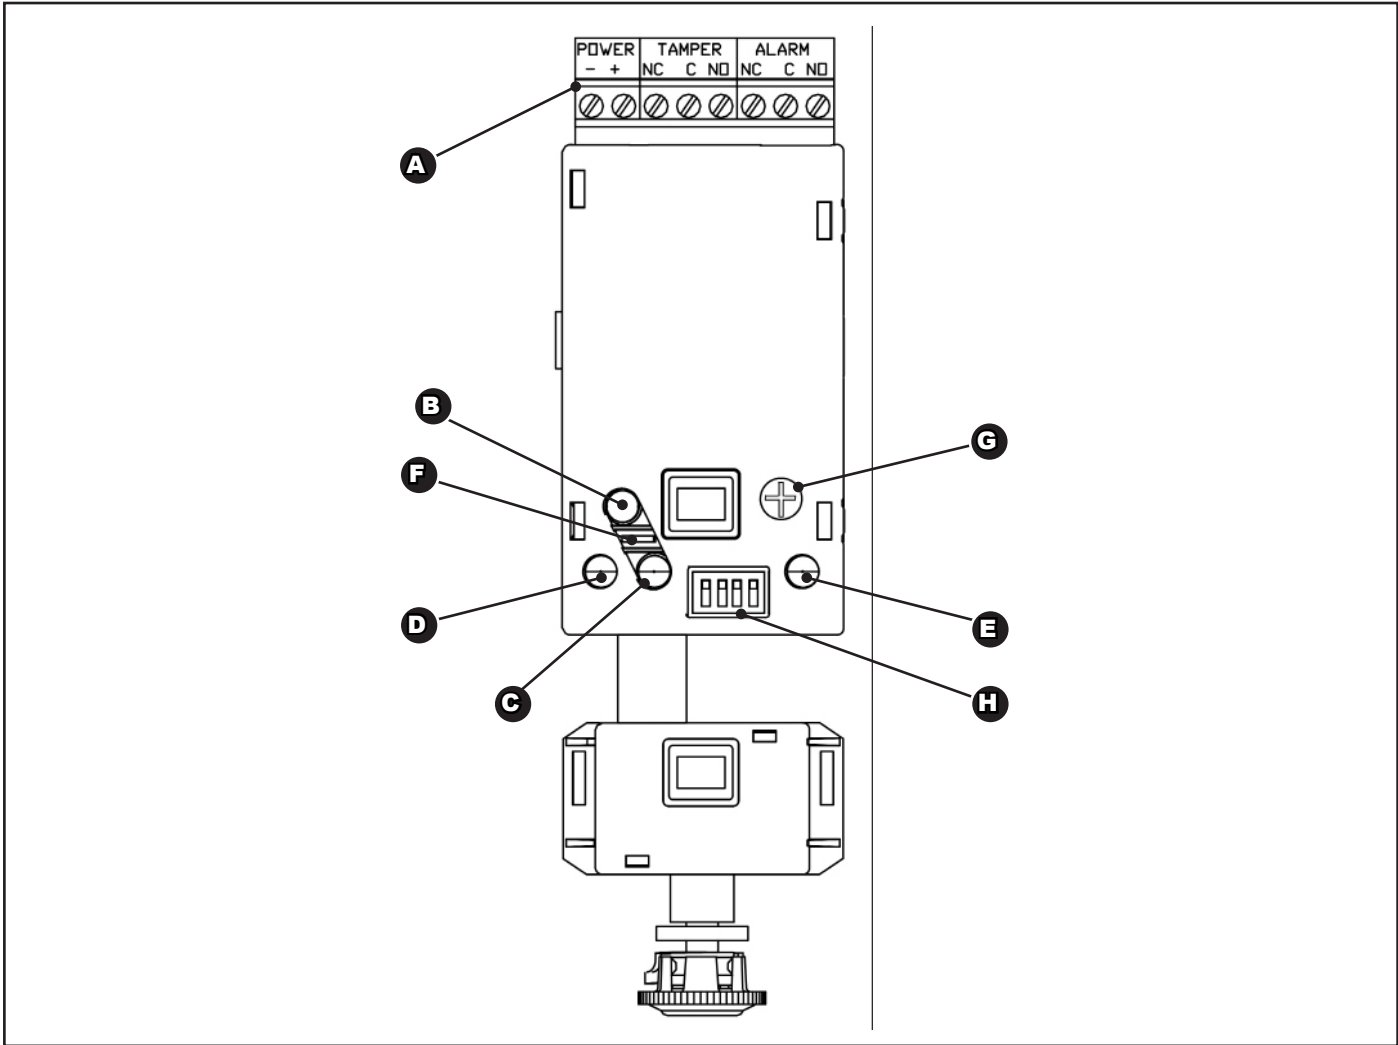

Fig. 4
- inserire la guarnizione o-ring (H) nella sede presente sul supporto elettronica (B),
- accoppiare il Rivelatore con il fondo stagno quindi avvitare le sette viti metriche in dotazione (rif. G, v. fig. 4).
- insert the o-ring gasket (H) into its seat located on the electronic holder (B),
- couple the detector and the hermetic casing then screw the seven screws (ref. G, see fig. 4).
- Fissare avvitando la vite metrica in acciaio inox (rif. H, v. fig. 4).
- Hook it up to the electronic holder side and screw up the metric screw (ref. H, see fig. 4).